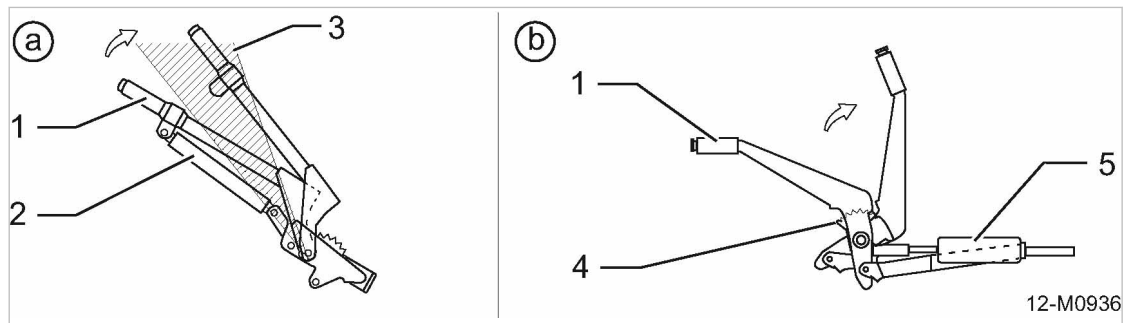

Fig. 100 Handrem bedienen
3. Trek de hendel van de handrem (indien aanwezig) krachtig over het merkbare dode punt omhoog (zie afbeelding 100, weergave a).
3. Trek de hendel van de handrem krachtig over het merkbare dode punt omhoog (zie afbeelding 100, weergave a).
3. Trek de hendel van de handrem krachtig over de merkbare laatste tand omhoog (zie afbeelding 100, weergave b).